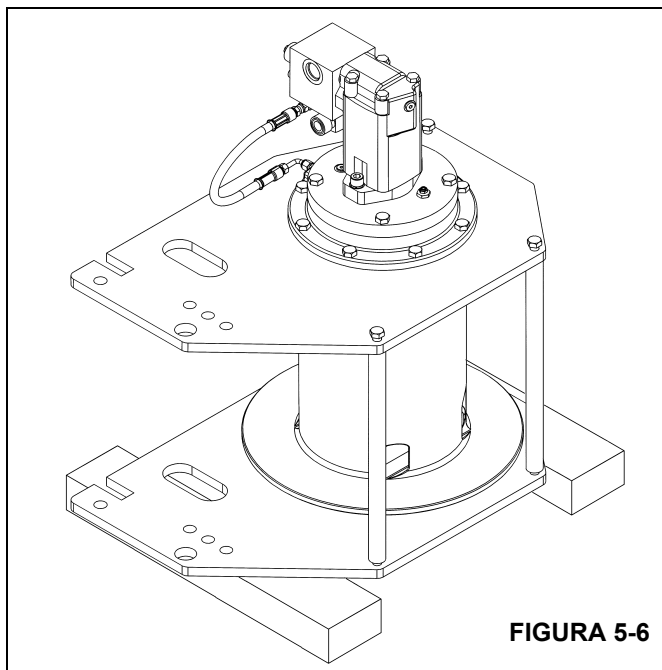

FIGURA 5-6
1. Coloque o guincho em pé, sobre sua extremidade, com o motor voltado para cima. Coloque calços sob a placa lateral, de forma que o guincho não fique apoiado no eixo (Figura 5-6).
2. Inspeção integridade estrutural do tambor do cabo (5) e substitua-o se necessário.
3. Conecte o eixo (32) à placa lateral (29) usando os seis parafusos com cabeça (3). Verifique se a entrada de ar (30) está orientada adequadamente. Aperte os parafusos com cabeça com um torque de 100 a 110 lb-pé.
4. Instale o anel de trava (48) no eixo (32).
5. Assente a unidade com as hastes (2) voltadas para cima. Sustente a placa lateral (29) com calços (Figura 5-6) de forma que o guincho não se apoie no eixo (32).
6. Ajuste o tambor do cabo (5) sobre o eixo (32) e assente o tambor no rolamento (28). Tenha cuidado para não danificar a vedação (7-4).
7. Instale o conjunto de engrenagens planetárias de saída (4).
8. Instale a engrenagem solar de saída (16) no conjunto de engrenagens planetárias de saída.
9. Instale a arruela de encosto (6) no conjunto de engrenagens planetárias de saída.